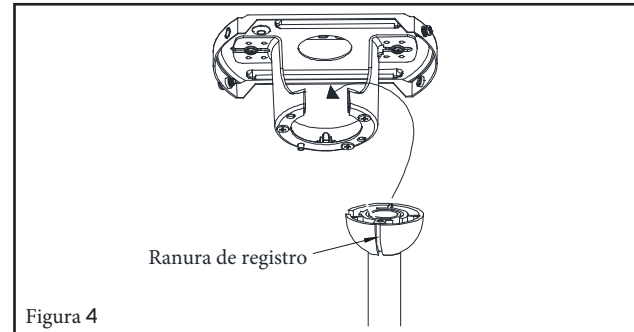

Figura 4
NOTA: La lengüeta opuesta a la abertura del soporte de suspensión debe encajar en la ranura de la bola. (Figura 4)
- 2 Conecte los cables conductores negros del interruptor en la base A a los cables negros en la caja del interruptor. Cable de entrada caliente a uno de los cables del interruptor de la base. El cable de alimentación del ventilador está conectado al cable del interruptor restante. (Figura 4)